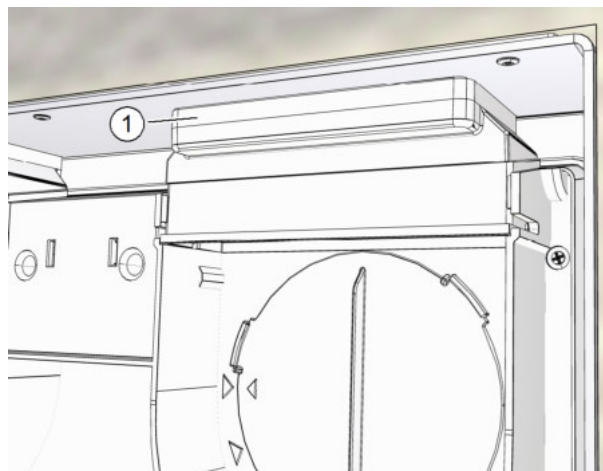

Abb. 12: Korrekten Sitz der Adapter kontrollieren
- ▶ Überprüfen Sie den korrekten Sitz der Adapter (Pos. 1 in Abb. 12). Diese müssen mit den Abluft- und Zuluftkanälen des Montagesets fluchten.